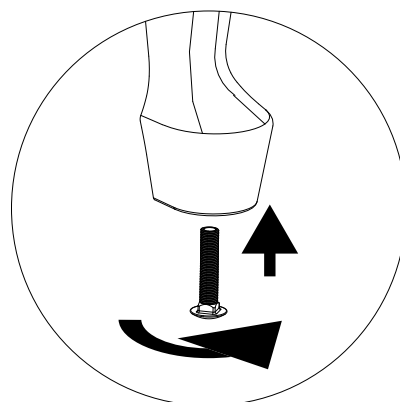

Figure 24.3
- Utilisez les boulons de mise à niveau des pieds pour stabiliser et mettre le poêle à niveau (**Figure 24.3**).